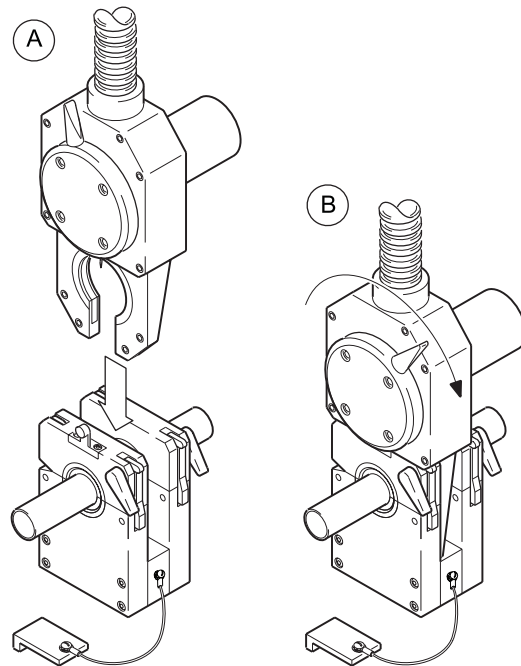

Abbildung 20 Verbinden des Schweißkopfs mit dem Spannblock
1. 1.Spannfutter untersuchen und reinigen. Siehe Abbildung 20(A).
4. Oxide von den nicht-eloxierten aufeinandertreffenden Oberflächen der Seitenplatten mit einem feinkörnigen Schleifkissen entfernen. Siehe Abbildung 20(B).
5. Schmutz und Oxide von den Innenflächen der Seitenplatten mit einem sauberen, weichen Tuch entfernen. Siehe Abbildung 20(C). Entfernen Sie stärkere Ablagerungen mit einem feinkörnigen Schleifkissen.